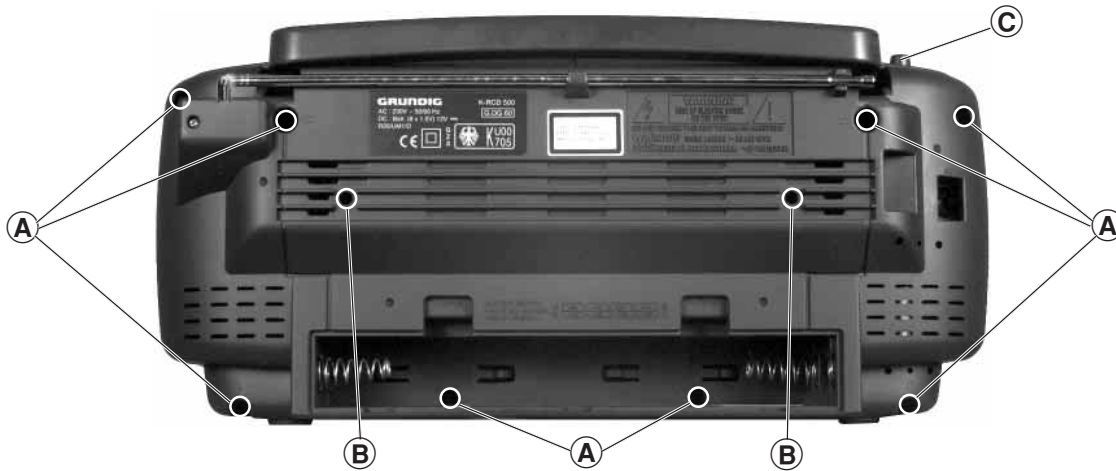

Fig. 1
1. Gehäuserückteil abnehmen, (Fig. 1)
1. Removing the Rear Panel, (Fig. 1)